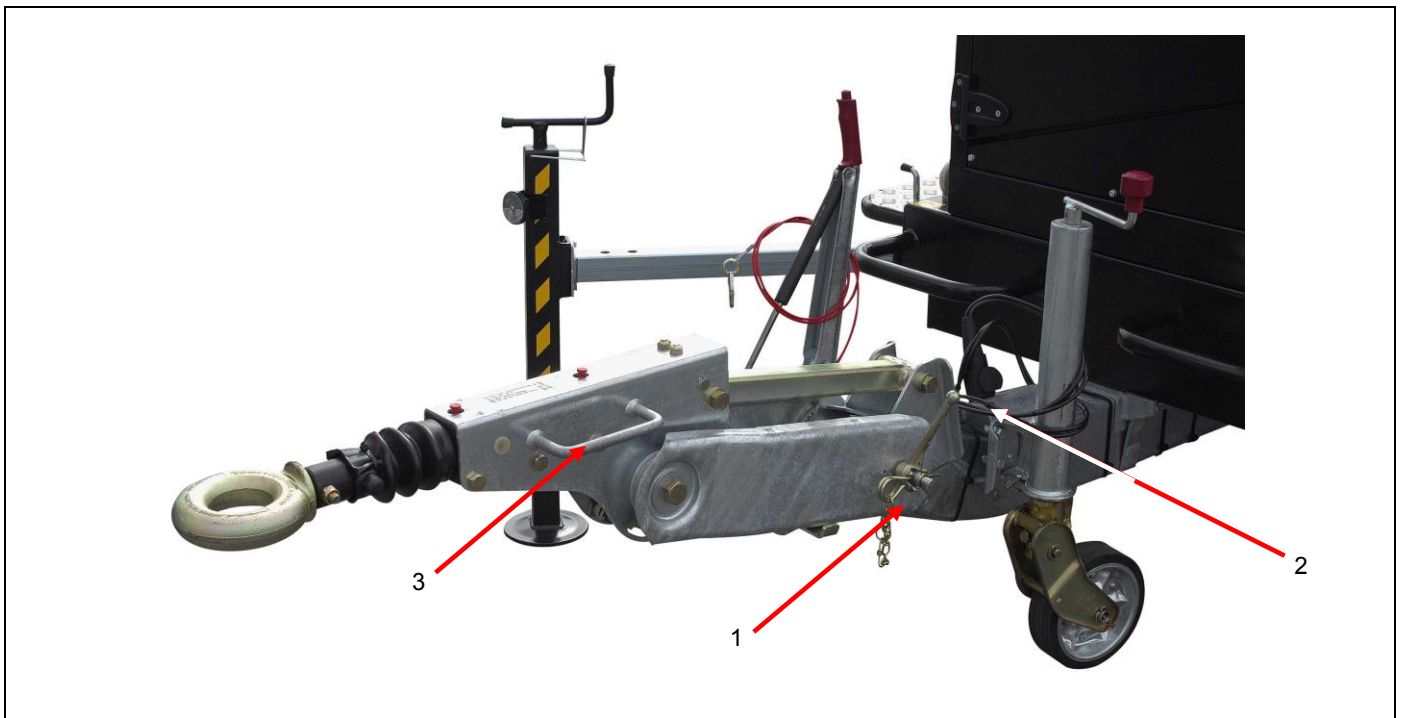

Abbildung 3.1 – Einstellung der Deichsel
- ✓ Ziehen Sie den Sicherungssplint (Nr. 1, Abbildung 3.1) heraus.
- ✓ Drehen Sie die Mutter (Nr. 2, Abbildung 3.1) heraus.
- ✓ Schwenken Sie die Deichsel mit Hilfe des Griffs (Nr. 3, Abbildung 3.1) in die gewünschte Position.
- ❹ Kurbeln Sie anschließend das Stützrad so weit hoch, bis es leicht vom Boden abhebt und nicht mehr belastet ist. Drücken Sie nun das Pedal mit dem Fuß nach unten und kurbeln Sie weiter, bis das Stützrad vollständig eingeklappt ist (siehe Fotos).